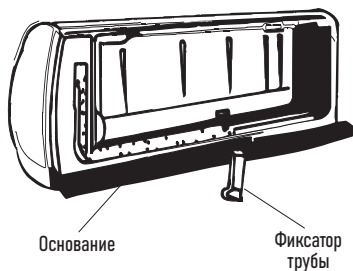

Рисунок 11
- Переместите выпускную трубку в левую сторону и снимите крышку с правой стороны. Закрепите трубы в пазу внутреннего блока с помощью фиксатора трубы (Рис. 11).